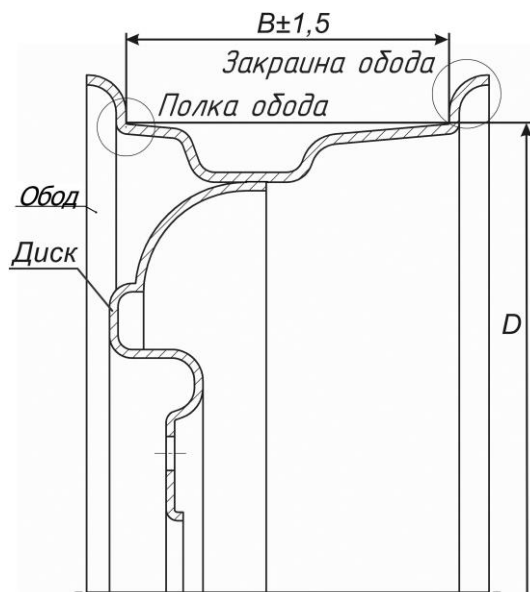

Рисунок 1 - Поверхности обода, подлежащие реставрации
Стенд для реставрации ободьев автомобильных колес модель “Титан ST/17”, далее по тексту «стенд», предназначен для реставрации деформированных закраин и полок ободьев колес легковых автомобилей шириной 4,5...7 дюймов и диаметром 13...17 дюймов (см. рисунок 1). Закраины и полки обода реставрируются с помощью дископравного устройства, описанного в разделе 4 настоящего руководства по эксплуатации.
**ВНИМАНИЕ!** Диск колеса см. рисунок 1 реставрации не подлежит.